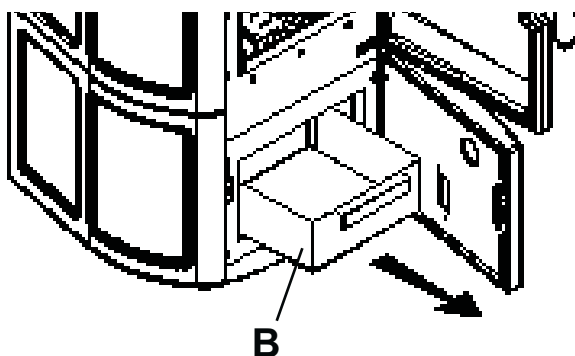

Fig. 7.2.2
- Extraire complètement le tiroir (6) (Fig. 7.2.2) placé sous la base et, à l'aide de la poignée prévue à cet effet, en vider complètement le contenu.
- Sacar completamente el cajón (6) (Fig. 7.2.2) situado debajo de la base y, por medio de la manilla correspondiente, vaciar totalmente el contenido.